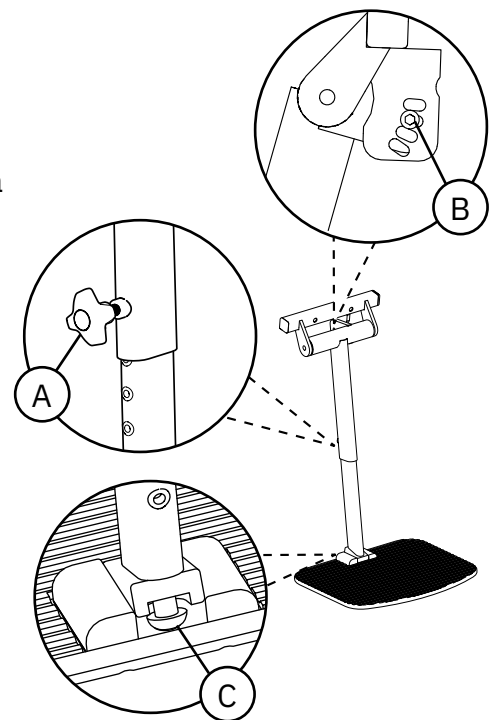

Figure 5.53. Repose-jambes central
Le repose-jambes central est réglable en hauteur (A), en inclinaison pour le repose-jambes (B) et la palette (C), voir la figure 5.53.